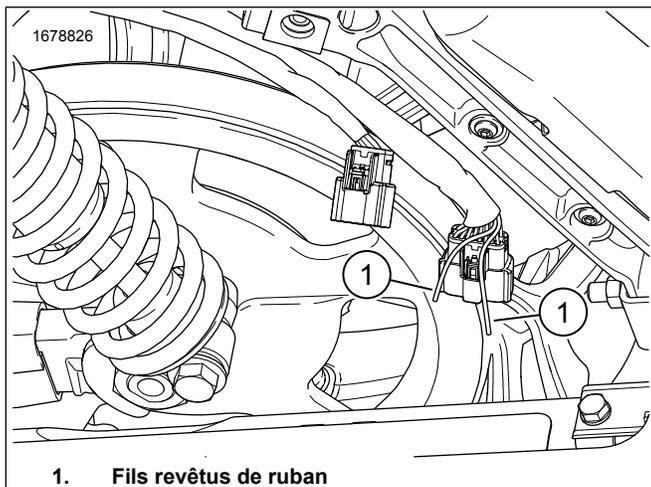

Figure 2. Fils de sacoche
2. Voir la figure 2. Localiser Équipement d'origine (Équipement d'origine) le connecteur 16 voies [C288B_1].